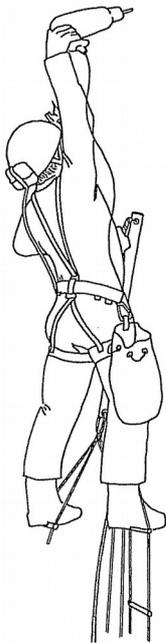

FIG. 2
5. Warn your companion to tension the safety rope and when you have unhooked from the bar you are suspended from, slipping the piece of rope of the bar off the ventral blocking, climb with one foot on the step of the big stirrup, supporting it and keeping it in equilibrium with one hand on the knot of the big stirrup (Fig.2). Now that it no longer bears your weight, the bar can be removed easily from its anchorage and repositioned on the Alien plate, just prepared, inserting in the middle carabiner into the top hole.
5. On demande au co-équipier de tendre la corde et après s'être hissé on pose un pied sur le barreau du gros étrier en restant en équilibre en se tenant d'une main au noeud du gros étrier (fig.2). Le tube est alors déchargé du poids de l'utilisateur et peut être tiré et mousquetonné dans le trou supérieur de la plaquette ALIEN à peine installée.
5. Se avisa al compañero que puede tensar la cuerda de seguridad y tras desengancharse de la barra en la que se está colgados, quitando el pedaso de cuerda de la barra del bloqueador de pecho, se sube con un pie sobre el peldaño del “estribo grande”, agarrándose y manteniendo el equilibrio con una mano en el nudo del “estribo grande” (Fig.2). La barra, descargada de esta manera de nuestro peso,